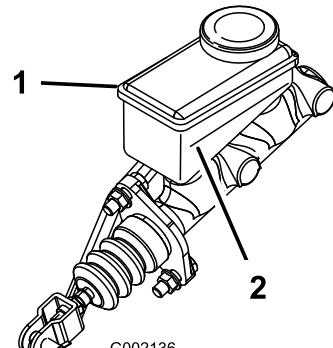

Figure 54
2. Tournez l'embrayage secondaire (Figure 54) pour vérifier qu'il tourne librement à la position POINT MORT.
4. Tournez l'embrayage secondaire (Figure 54) pour vérifier qu'il fait tourner les roues arrière.
6. Tournez l'embrayage secondaire (Figure 54) pour vérifier qu'il fait tourner les roues arrière.
2. Observez le repère de niveau sur le côté du réservoir (Figure 54).
- B. Versez du liquide de frein DOT 3 dans le réservoir jusqu'à ce que le niveau dépasse le repère minimum (Figure 54).